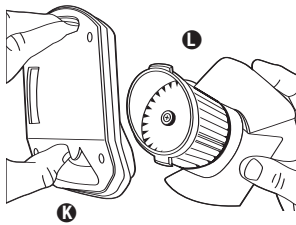

FIG. 7
Step 2: Remove dust cup lid **K** by grasping lid handles and lifting up (FIG. 7).
Paso 2: Agarre y tire hacia arriba las agarraderas de la tapa **K** para quitarla (FIG. 7).